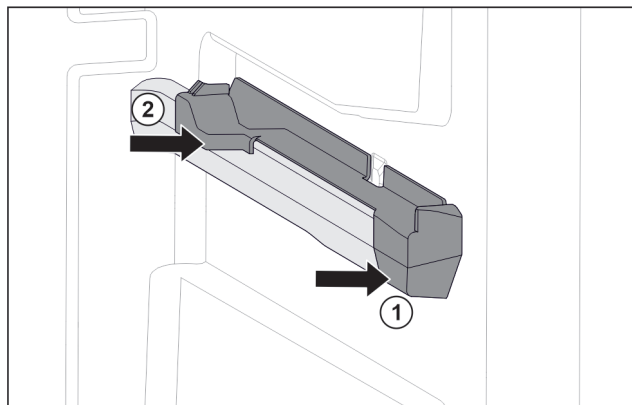

Fig. 142 右侧容器肋梁上的插装件
- ▶ 将插装件前部放到容器肋梁上。 Fig. 142 (1)
- ▶ 压紧插装件后部。 Fig. 142 (2)